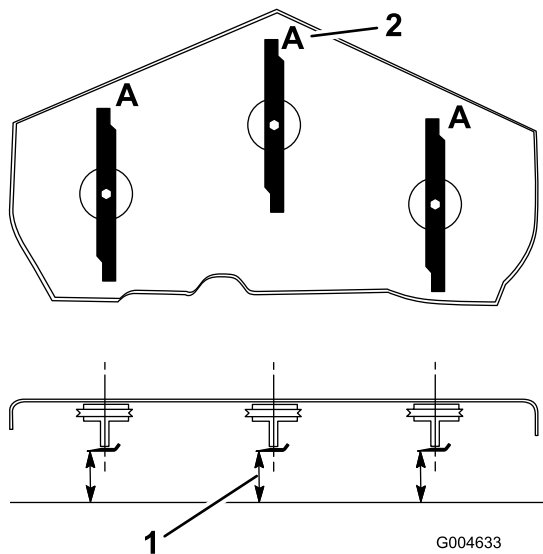

Figura 73
3. Girate le lame fino a disporle in parallelo con la lunghezza della macchina (Figura 73). Misurate da un piano orizzontale fino al tagliente delle lame, posizione A, (Figura 73). Prendete nota di questa misura.